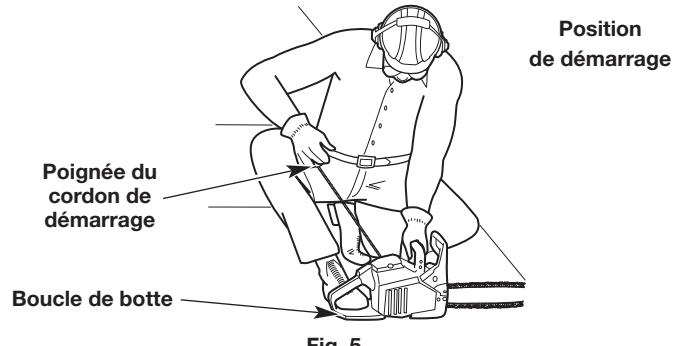

Fig. 5
AVERTISSEMENT : Évitez un démarrage accidentel de l'unité. Afin d'éviter les blessures graves, l'utilisateur et l'appareil doivent se trouver en position stable lorsque le cordon de démarrage est tiré (Fig. 5).
9. **NE TOUCHEZ PAS** à la commande des gaz. Placez-vous en position de démarrage (Fig. 5). Maintenez la poignée avant avec la main gauche. Maintenez la corde du démarreur avec la main droite. Insérez le pied droit dans la boucle de botte pour aider à maintenir l'appareil fermement en place.
10. **NE TOUCHEZ PAS** à la commande des gaz. Tirer à **5 reprises** sur le câble de démarreur avec un mouvement contrôlé et régulier (Fig. 5).